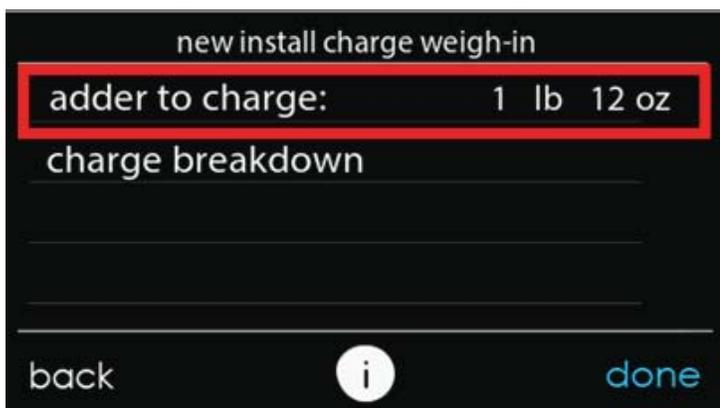

Fig. 20 – Carga adicional necesaria para la nueva instalación A200038
13. La pantalla "New install charge weigh-in" (Peso de carga de instalación nueva) mostrará la carga adicional que debe agregarse al sistema para considerar el serpentín ID y el conjunto de líneas (consulte la Fig. 20).